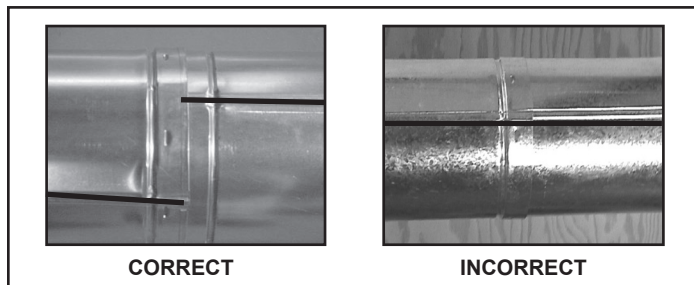

Figure 3.2 – S'assurer que les cordons de soudure ne sont pas alignés afin de prévenir les déconnexions accidentelles.
Le conduit de cheminée extérieur de la section coulissante doit glisser par-dessus le conduit de cheminée extérieur de la section de conduit et s'insérer dans (conduit de cheminée intérieur) la dernière section de conduit (figure 3.2).
3. Installez le système de ventilation comme décrit aux figures 3.2 à 3.14.